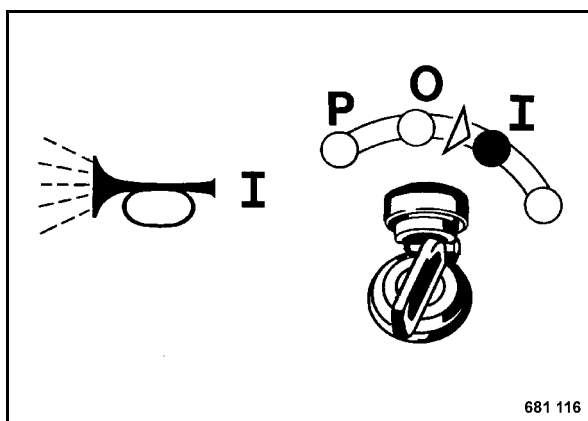

рис. 15
- Повернуть ключ зажигания в положение "I" (рис. 15); звучит зуммер.